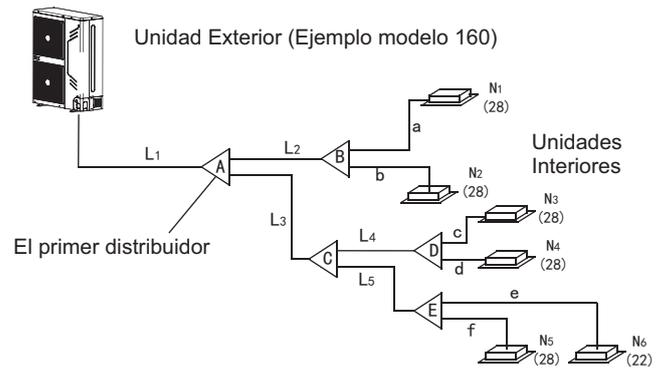

Fig. 4-5
- Ejemplo: En la Fig.4-5, la capacidad total aguas abajo de la tubería L2 es de  $28 \times 2 = 56$ , por lo que según la Tabla 4.4, el diámetro de gas / líquido de L2 será:  $\Phi 15.9 (5/8") / \Phi 9.5 (3/8")$ .